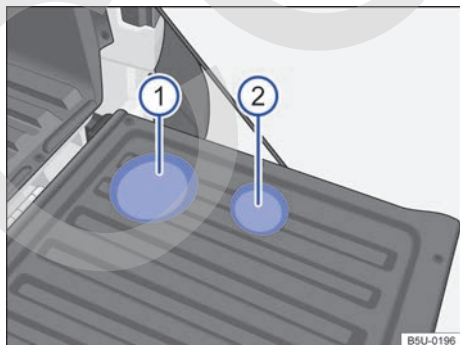

Fig. 120 En el revestimiento de la tapa del compartimento de carga: ① portabotellas y ② portabebidas.
Para utilizar los portabotellas → fig. 120 ① y los portabebidas ② abra la tapa del compartimento de carga.